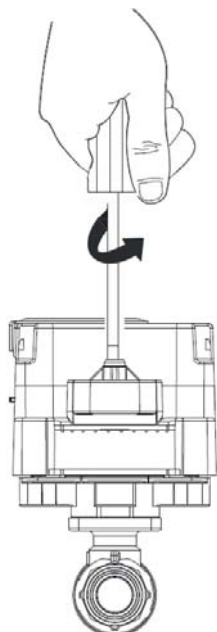

Figure 6 : Démontage de la poignée
2. Desserrez la vis de fixation sans l'enlever entièrement (Figure 6).